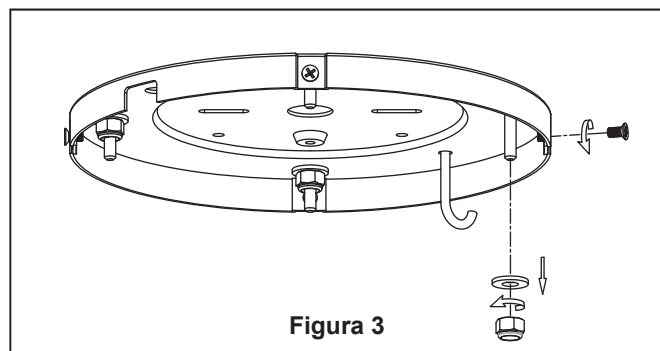

Figura 3
### Profunda caja con aparato ortopédico (Figura 3)
2. Extraiga los cuatro tornillos y las tuercas hexagonales con arandela plana. Guárdelos para la reinstalación en los pasos 7 y 8 de la página 31. (Figura 3)